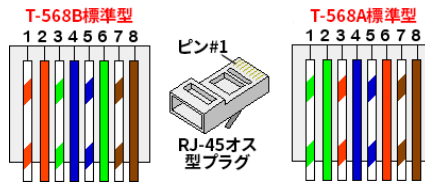

図 18:標準ケーブルの配線
- c. 図 18のように8本のワイヤをRJ-45コネクタに挿入してください。
7. スイッチ/ルータ側については端子が付いたケーブルを使用するか、クリンパを使用してRJ-45通信コネクタを準備してください。上の図 (図 18) と同じように8本のワイヤーをRJ-45コネクタに挿入してください。